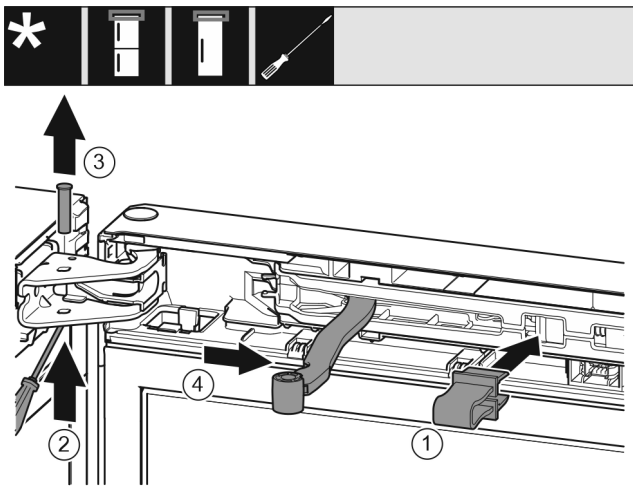

Fig. 6
- ▶ Borging in de opening klikken. Fig. 6 (1)
- ▶ Bout met schroevendraaier eruit schuiven. Fig. 6 (2)
- ▶ Bout vanaf de bovenkant eruit halen. Fig. 6 (3)
- ▶ Scharnier in de richting van de deur draaien. Fig. 6 (4)